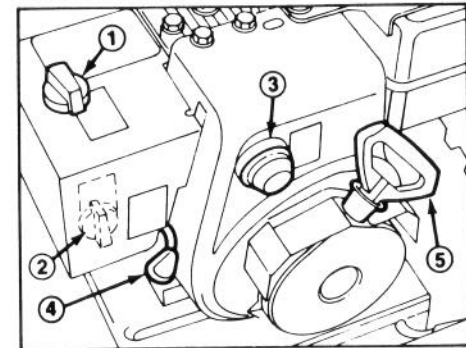

Figure 15
**Commande des gaz** (Fig. 15) — En tirant la manette vers le haut, vous augmenterez le régime du moteur.
**Étrangleur** (Fig. 15) — L'étrangleur pour le moteur est situé sur la boîte de chauffage. Pour mettre en marche un moteur froid, faites tourner l'étrangleur en position "PLEIN étrangleur". Au fur et à mesure que le moteur se réchauffe ramenez petit à petit la manette en position ARRÊT.
**Amorceur** (Fig. 15) — Appuyez sur l'amorceur qui projette une petite quantité d'essence dans le moteur pour faciliter la mise en marche par temps froid.
**Démarreur à rappel** (Fig. 15) — Le démarreur à rappel se trouve à l'arrière du moteur. Il suffit de le tirer pour mettre le moteur en marche.
A. Enlevez les vis Phillips et la vis à tête hexagonale qui maintiennent la boîte de chauffage en place. Tirez sur le bouton de l'étrangleur pour l'enlever de la tige (Fig 15).
2. Mettez la commande des gaz en position RAPIDE (fast) (Fig. 15).
4. Faites tourner l'étrangleur en position "PLEIN étrangleur" (Fig. 15).
6. Appuyez sur l'amorceur (Fig. 15) cinq fois.
7. Saisissez la poignée du démarreur à rappel (Fig. 15) et tirez-la lentement jusqu'à ce que vous sentiez une prise ferme. Tirez alors vigoureusement pour mettre le moteur en marche. Retenez fermement la poignée du démarreur et laissez-la revenir lentement.
8. Une fois le moteur en marche, tournez immédiatement la manette d'étrangleur (Fig. 15) aux 3/4 de sa course. Au fur et à mesure que le moteur se réchauffe, tournez la manette à moitié de sa course, puis en position ARRÊT. Si le moteur hésite, ramenez l'étrangleur à la moitié de sa course. Quand le moteur est suffisamment réchauffé, tournez la manette en position ARRÊT.
1. Mettez la commande de traction et la commande de tarière (Fig. 15) en position débrayée.
2. Ramenez la manette des gaz en position lente (slow) et tournez la clé d'allumage en position d'ARRÊT (Off) (Fig. 15).